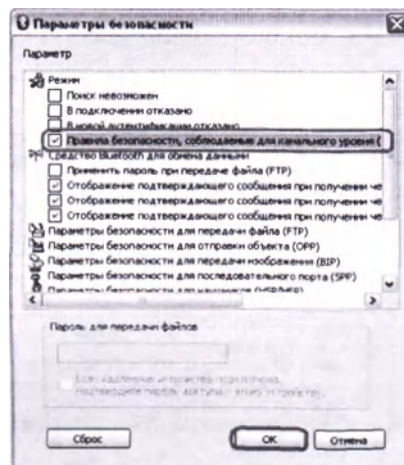

Рис. 5
- Включите флажок «Правила безопасности, соблюдаемые для канального уровня» и нажмите кнопку «ОК». Убедитесь в том, что отключены флажки «В новой аутентификации отказано» и «В подключении отказано» (рис. 5).